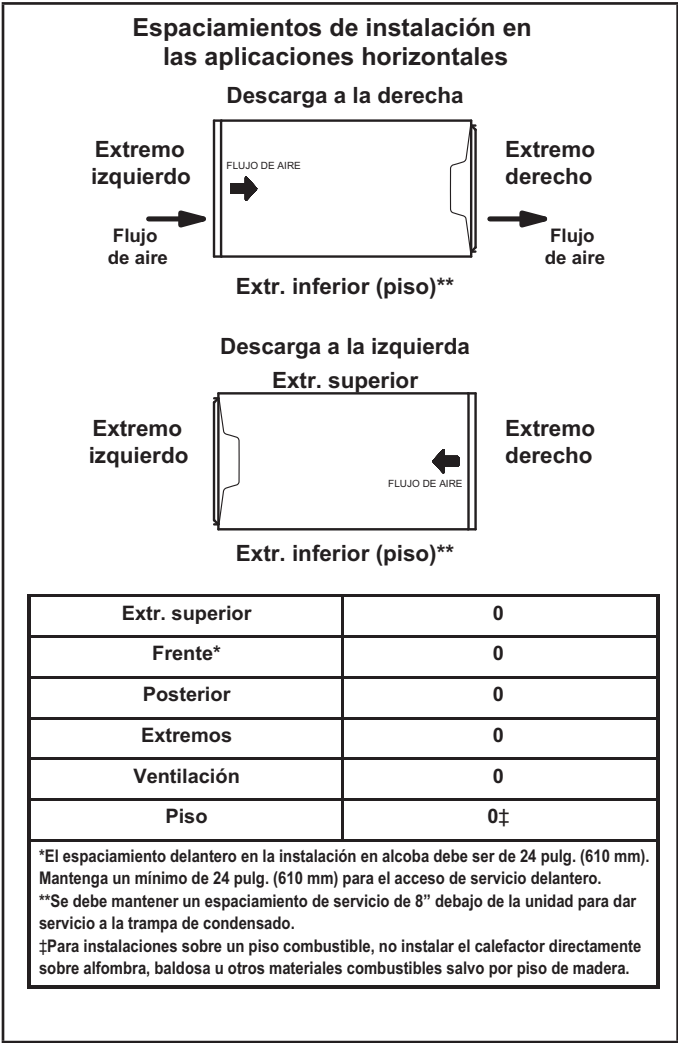

FIGURA 17
El calefactor EL297UHE se puede instalar en aplicaciones horizontales con descarga de aire a la derecha o a la izquierda. Consultar la FIGURA 17 con respecto a los espaciamientos en aplicaciones horizontales.
- 1 - Seleccione la ubicación de la unidad teniendo en cuenta el espaciamiento de servicio y otros espaciamientos necesarios. Ver la FIGURA 17.